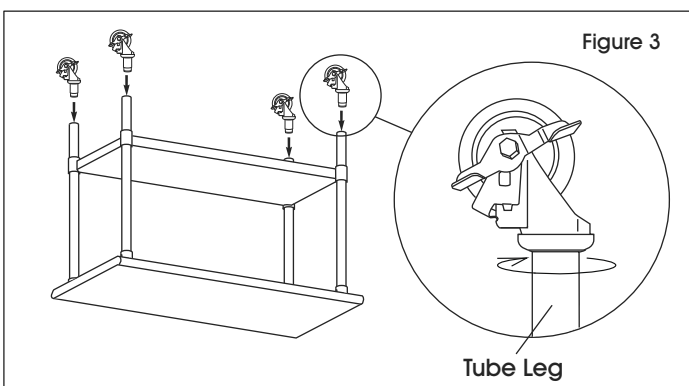

Figure 3
4. With caster fully inserted into the leg, turn clockwise until caster is secured to tube leg. (See Figure 3)
4. Avec la roulette entièrement insérée dans le pied tubulaire, tournez-la dans le sens horaire jusqu'à ce qu'elle soit sécurisée. (Voir Figure 3)